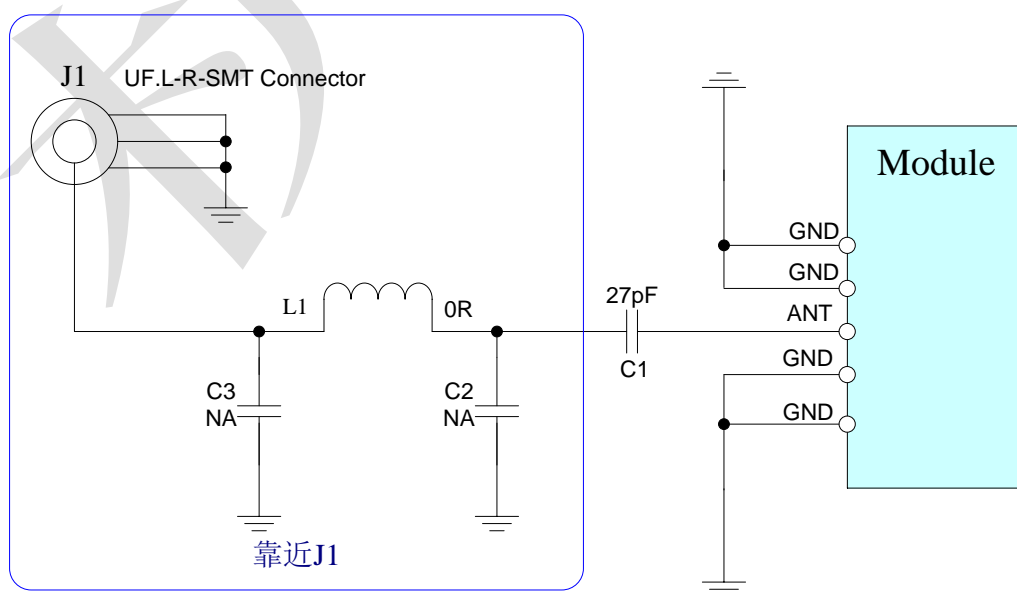

图 14: C1100 系列无线模块使用 RF 连接器连接天线参考设计图
- 3) 对于 GNSS 有源天线，图 14 中的 C1 更换为 0Ω 电阻。